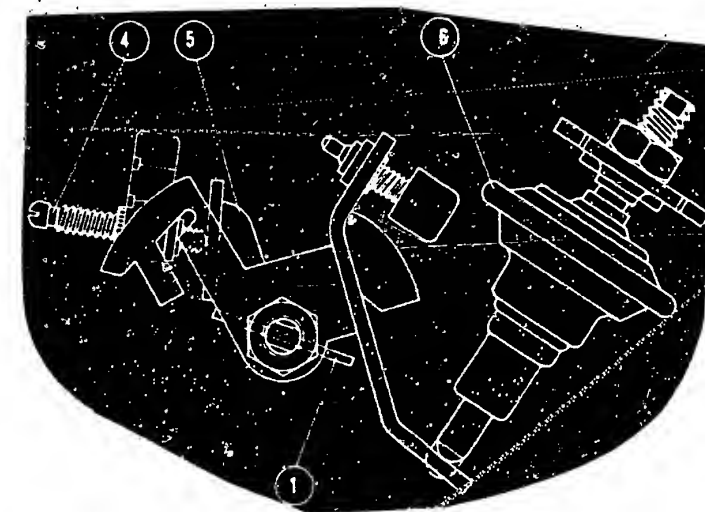

Bild 18 Drosselklappenhebel und -gestänge. 1 Drosselklappe – 2 Drosselklappenanschlagschraube – 3 Drosselhebel – 4 Drosselklappenschliessdämpfer.
l) **Leerlauf und Co einstellen:** Bei betriebswarmem Motor (Öltemperatur 60...80°C), einwandfreier Zündung und Gemischaufbereitung soll die Leerlaufdrehzahl bei mech. Getriebe 750...800, beim Automat 800...850/min und der CO-Anteil 1,5Vol% betragen. Die Drehzahl wird an der Drosselklappenanschlagschraube (Bild 18), der CO-Gehalt an der Gemischregulierschraube korrigiert.